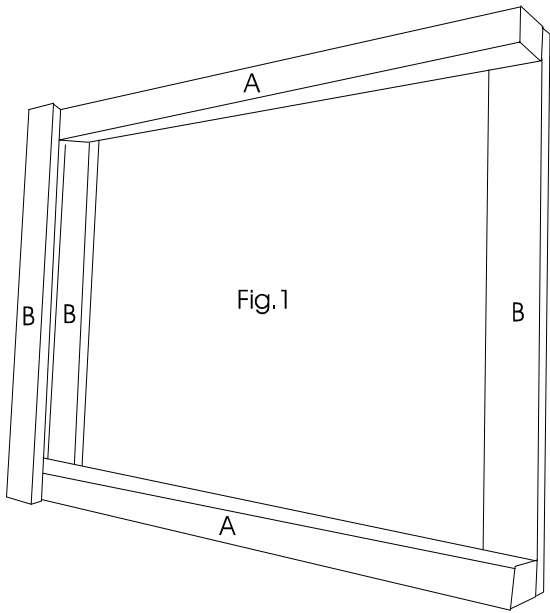

Fig. 1
1. Découper dans le tasseau 34X26, 2 morceaux (A) de 48 cm.
2. Découper dans le tasseau 38 X 8, 3 morceaux (B) de 36 cm.
3. Clouer et coller (fig 1)